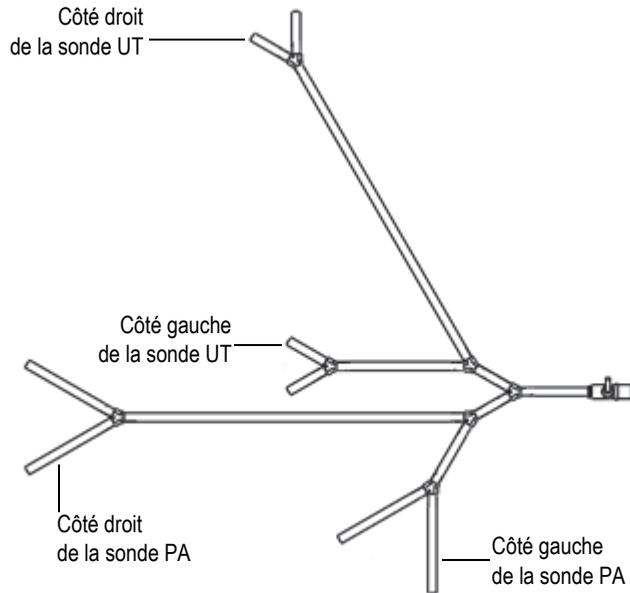
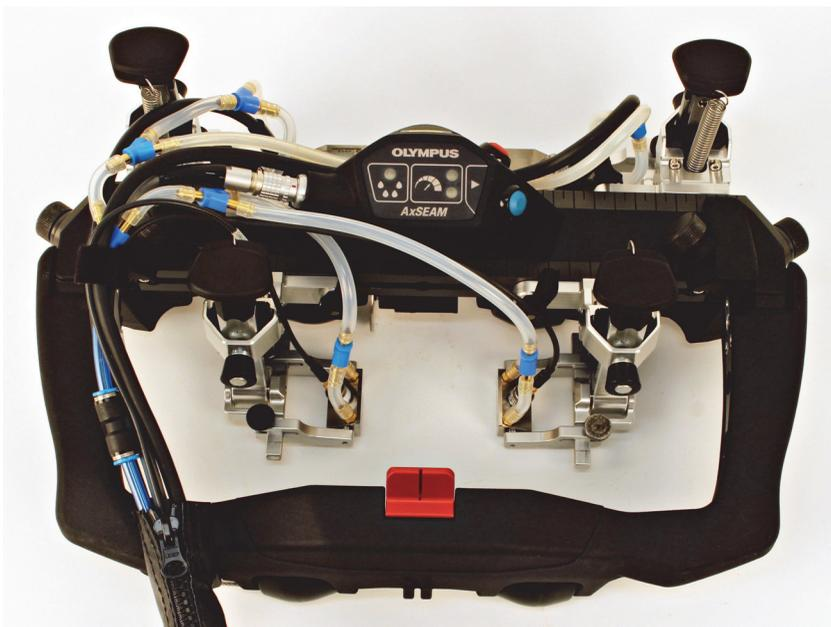

Figure 2-25 Assemblage des tubes d'alimentation
Figure 2-26 Système d'alimentation en couplant de la sonde
1. Connectez chaque extrémité des tubes d'alimentation fournis au système d'alimentation en couplant des sabots appropriés (Figure 2-25 à la page 60 et Figure 2-26 à la page 61).